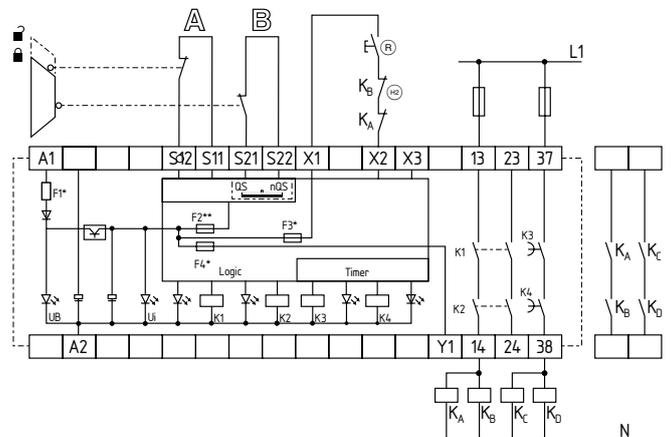

Abb. 8:
Zweikanalige Ansteuerung, dargestellt am Beispiel einer Schutztürüberwachung; mit zwei Kontakten A und B, davon mindestens ein Kontakt zwangsöffnend; mit externem Reset-Taster (R) (siehe Abb. 8)